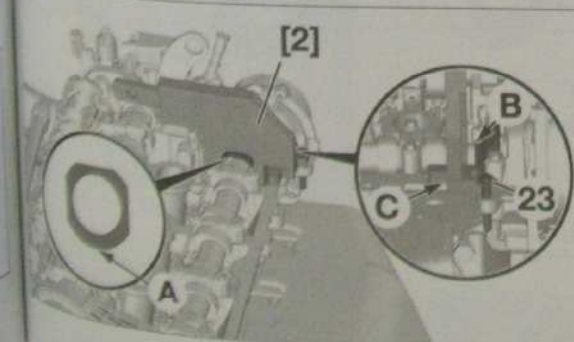
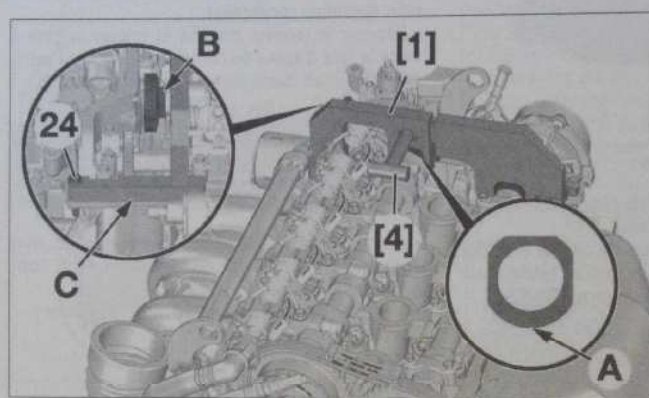

Fig. 12
Fig. 13
- Positionner l'outil d'immobilisation d'arbre à cames d'échappement [2] (Fig. 12).
**!** La contour arrondi de la zone d'indexage des arbres à cames doit être orienté vers le bas (A) ; les 3 zones planes recevant l'outil de calage. Pour faciliter la mise en place de l'outil [2], une légère rotation de l'arbre à came d'échappement peut être effectuée zone (B). L'outil [2] doit être fermement plaqué sur le plan de joint de la culasse (C) ; aucun soulèvement de l'outil n'est autorisé.
- Fixer l'outil [2] avec une vis (23).
- Positionner l'outil d'immobilisation de l'arbre à cames d'admission [1] (Fig. 13)